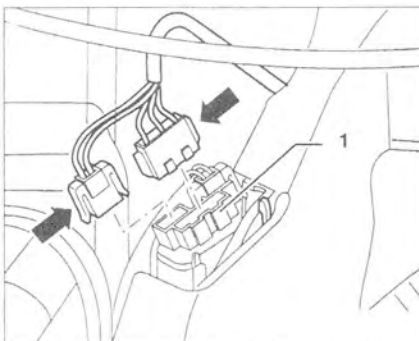

Рис. 9.81. Отсоедините разъемы проводки (стрелки) от добавочного резистора вентилятора **1**.
6. Отсоедините разъемы проводки (стрелки) от добавочного резистора вентилятора **1** (рис. 9.81).